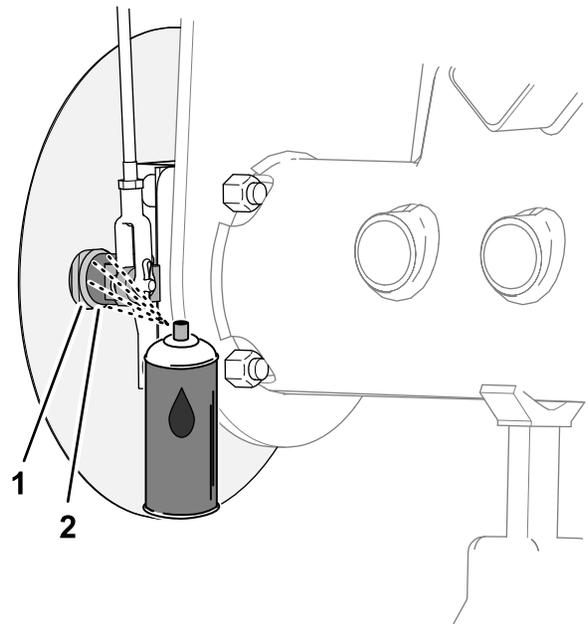
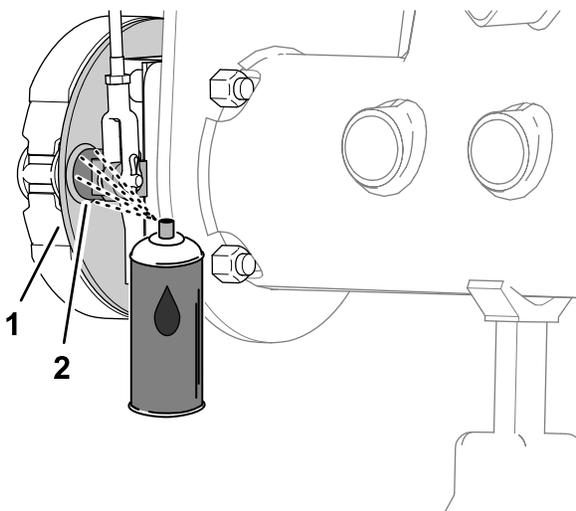

Figura 68
Figura 67
1. No lado interior da placa traseira dos travões (máquinas sem o resguardo de relva do aro da roda opcional) ou o resguardo da roda (máquinas com o resguardo de relva do aro da roda opcional), pulverize óleo penetrante entre o veio do excêntrico dos travões e a placa posterior (Figura 67 ou Figura 68).